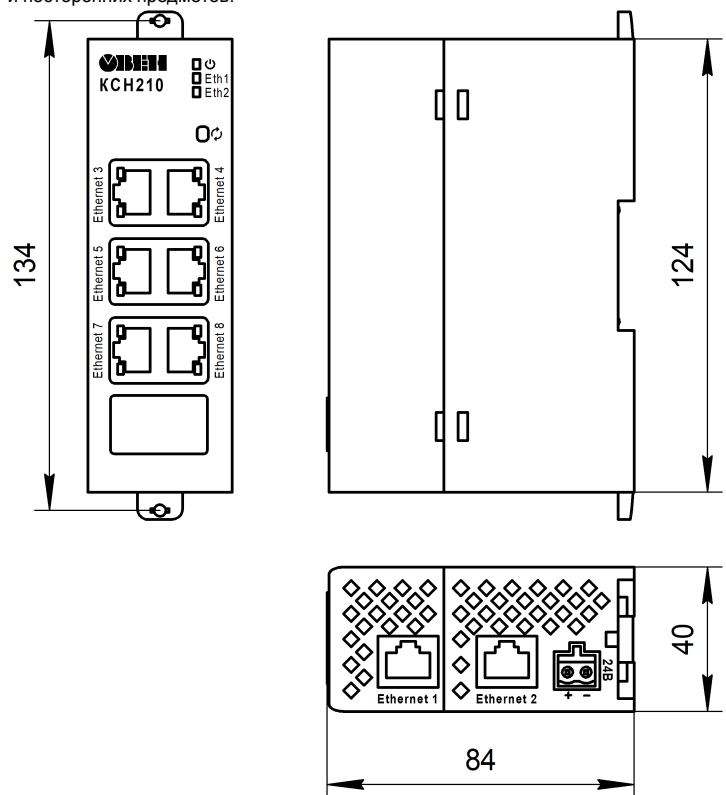

Рисунок 2 – Габаритные и установочные размеры
2. Подготовить крепежные отверстия на вертикальной поверхности согласно размерам (см. рисунок 2).